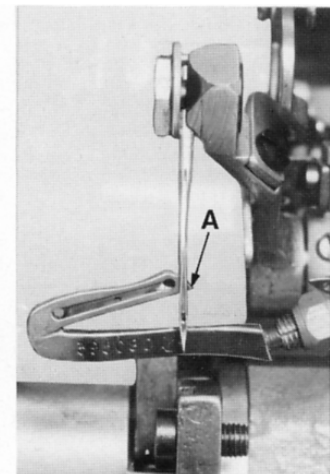

FIG. 5
When the lower looper (A) on its travel left to right passes the needle, the needle should be deflected approximately 0.10mm (.004") to the front (towards the operator). (Fig. 5).
Cuando el looper inferior (A) pase desde la izquierda hacia la derecha por la aguja, el debería desviar la aguja por .004" (0,10 mm) hacia delante (hacia la operaria) (Fig. 5).